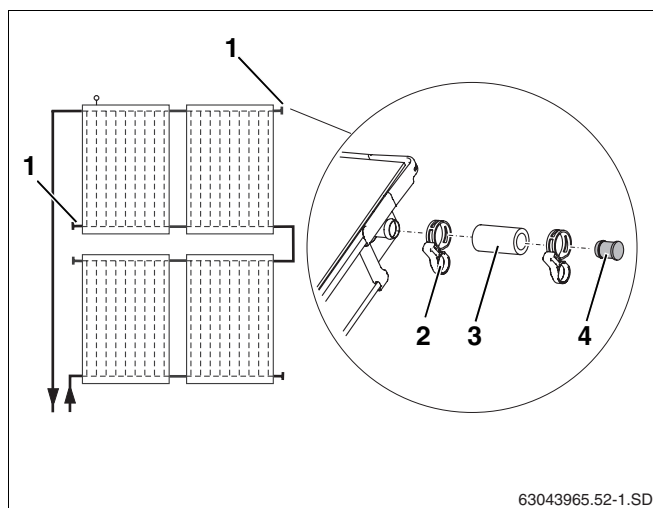

Рис. 40 Предварительный монтаж заглушек
Установите заглушки на неиспользуемые подключения коллектора (рис. 40, поз. 1).
- Надеть шланги 55 мм (рис. 40, поз. 3) с предварительно установленными на них заглушками на оба свободных подключения.